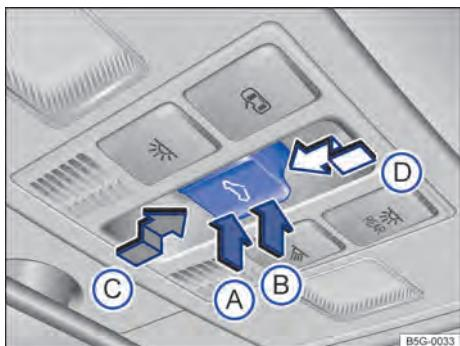

Fig. 36 No revestimento do teto: botão do teto de vidro.
Função	Ação ⇒ Fig. 36
O botão ⇒ Fig. 36 é de 2 níveis. No 1º nível o teto pode ser totalmente ou parcialmente levantado, aberto ou fechado.
- **Teto de vidro:** dentro de aproximadamente 5 segundos após a liberação do limitador de força, pressionar o botão ⇒ Fig. 36 até o 2º estágio na direção da seta D, até que o teto de vidro esteja totalmente fechado.